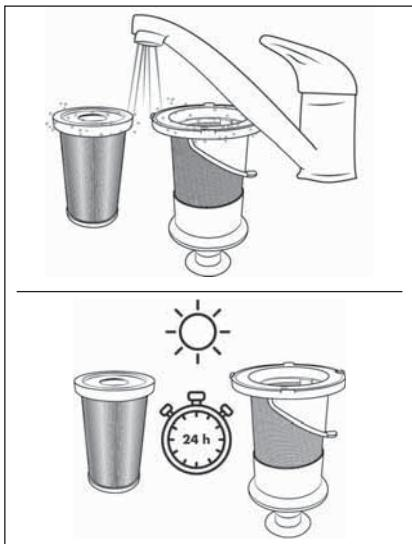

Rys. 24
- Wyjmij filtr EPA 5 z filtra ze stali nierdzewnej 6, sięgając do otworu filtra EPA 5 i wyciągając go z filtra ze stali nierdzewnej 6 (patrz rys. 24).